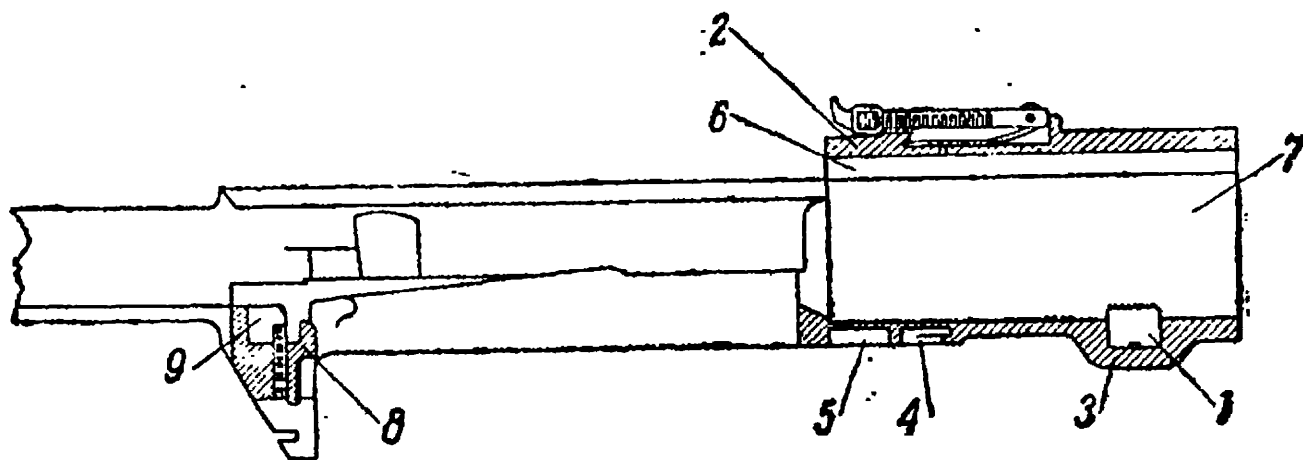

Рис. 9. Ствольная коробка:
8. **Ствольная коробка** (рис. 9) служит для соединения основных частей ружья. Со стволом она соединяется при помощи клина; снизу к ней прикреплены магазинная коробка и коробка спускового механизма; приклад к ствольной коробке прикреплен при помощи шурупа. Стволь-